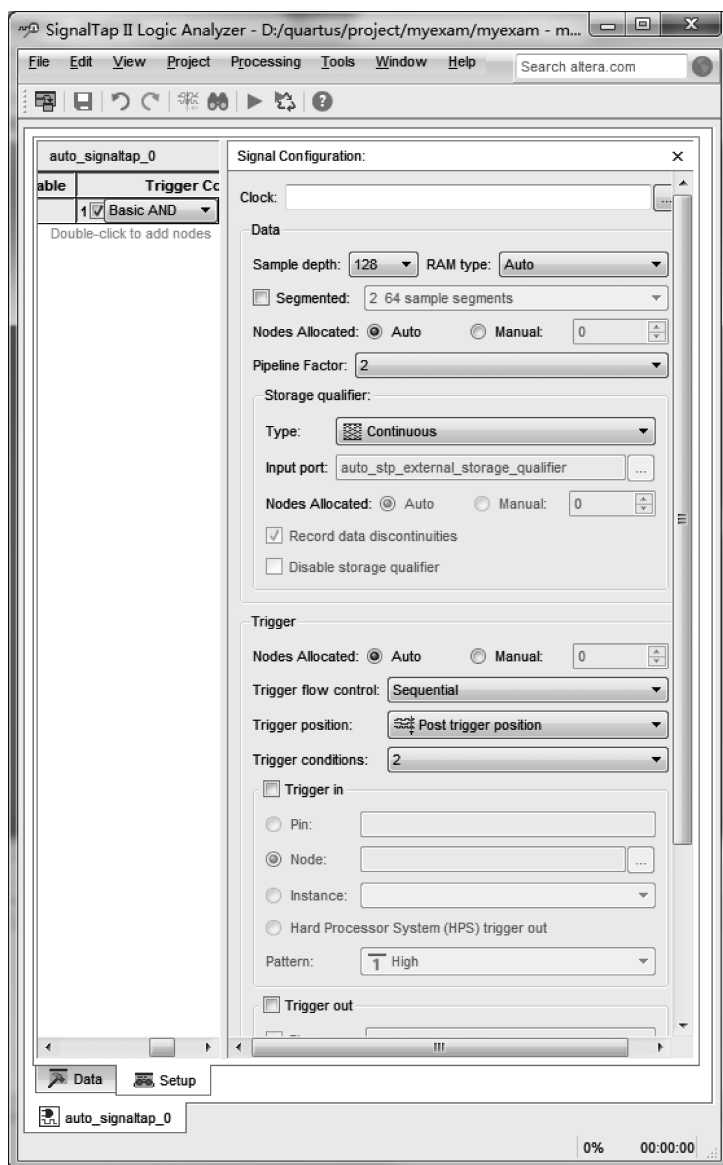

图 3-30 设置 Signal Tap II 参数
在信号设置 Signal Configuration 栏目下,完成对逻辑信号分析仪参数的设置,设置窗口如图 3-30 所示。
(1) 设置 Signal Tap II 工作时钟:单击图 3-30 所示 Clock 右侧的“...”按钮,在 Node Finder 对话框中,选择 clk 信号作为逻辑分析仪的采样时钟。
(2) 设置采样数据:采样数据深度设置为 1KB,根据待测信号的数量和 FPGA 芯片内部的存储器的大小决定采样数据深度。
(3) 触发设置:触发器流程控制、触发位置、触发条件均采用默认值。